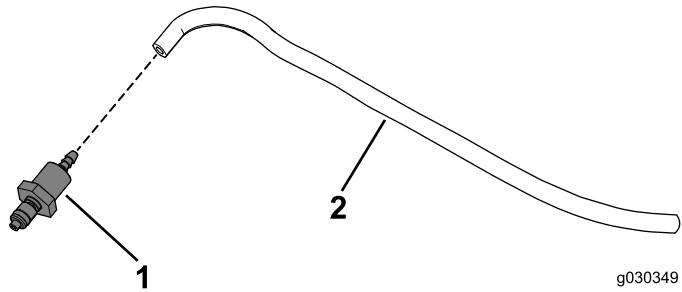

Figura 42
- 2. Conecte el acoplamiento de la manguera al otro extremo de la manguera del lavaparabrisas (Figura 42).